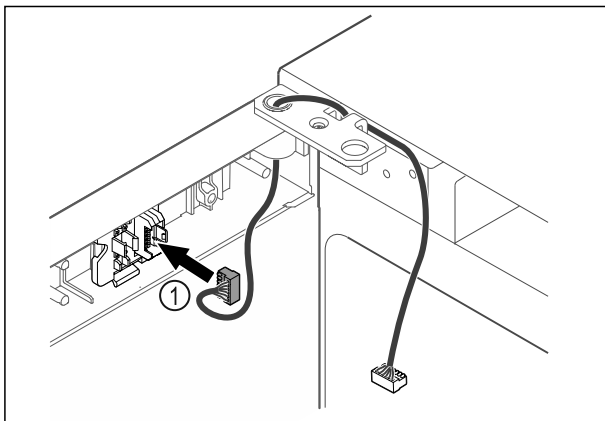

Fig. 45
- ▶ Inserte el conector Fig. 45 (1) en el soporte de conectores.